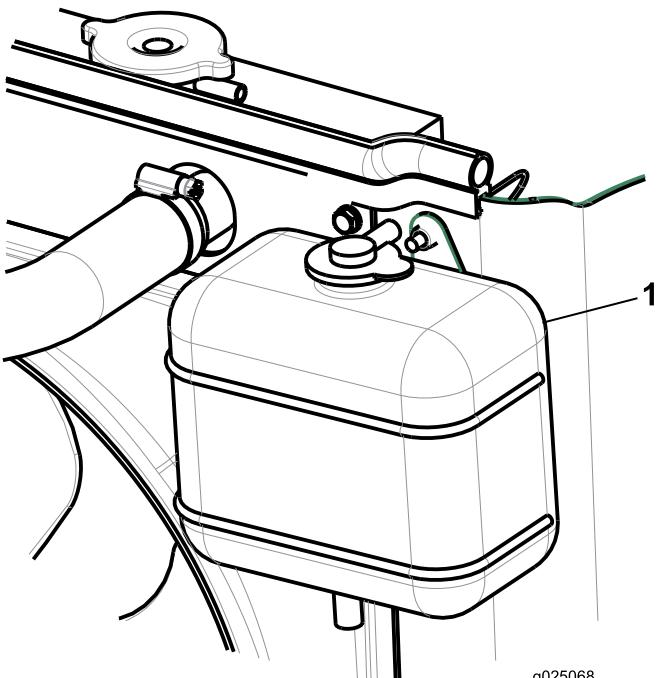

Figure 23
2. Vérifiez le niveau du liquide de refroidissement dans le vase d'expansion (Figure 23).